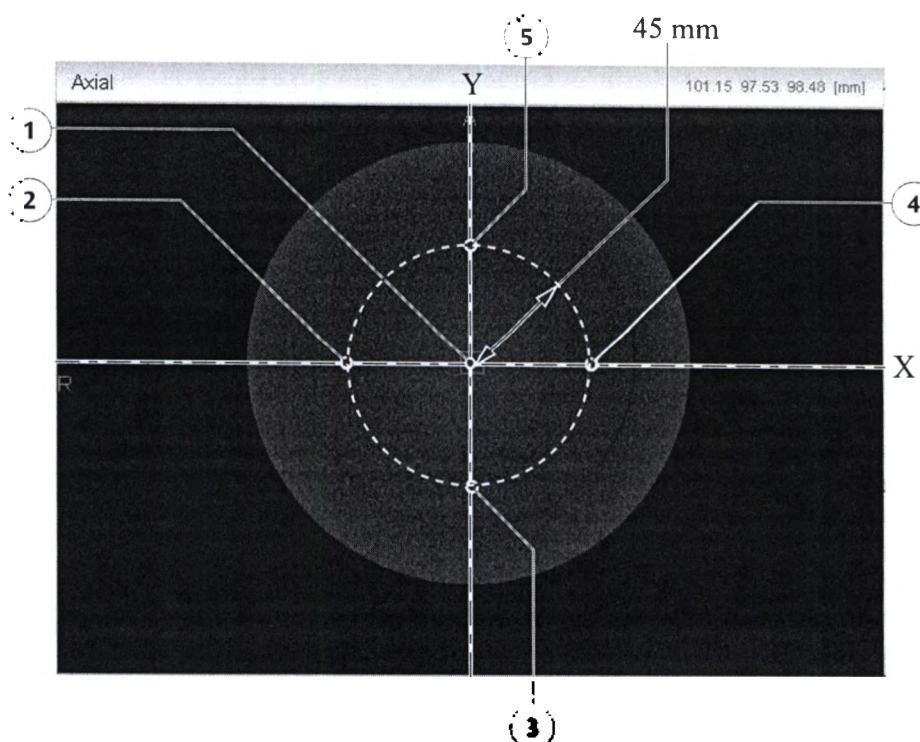

Рис. 6.11 Центр фантома
- (1) Положение датчика изображения
(2) Маркер центра участка
(3) Ручка изображения
- 32** Регулируйте контрастность изображений с помощью ручек (3), расположенных в верхней части окна.
- 35** Установите положение датчика изображений в пределах  $\pm 3$  мм от центра фантома (1); см. Рис. 6.11 . Запишите среднее значение пиксела, указанное в поле **Средн.**
- Положения 2–5 должны быть в пределах  $45 \pm 1$  мм от центра фантома (1); см. **Рис. 6.11**.